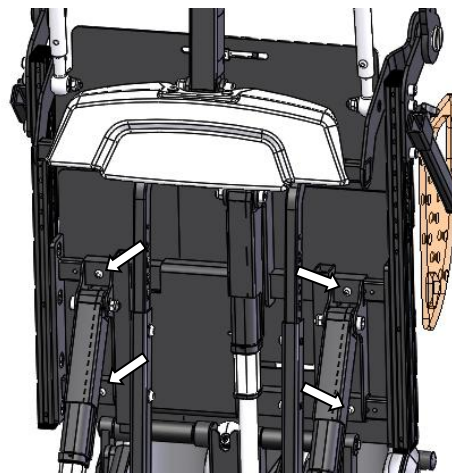

Figure 13 : Réglage largeur d'assise
- A l'aide d'un clé 6 pans hexagonale 4 mm, ôtez les quatre vis de de réglage de largeur d'assise (d'un côté) (voir figure 13)